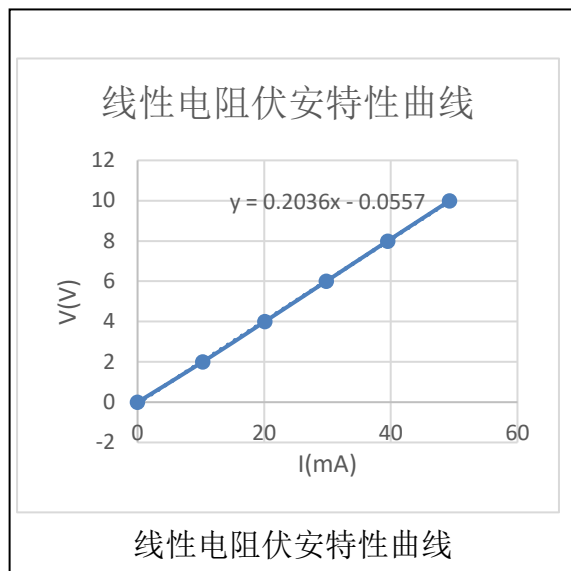

图 1.3
- 3) 在图 1.3 上绘制线性电阻的伏安特性曲线，并将测算电阻阻值标记在图上。